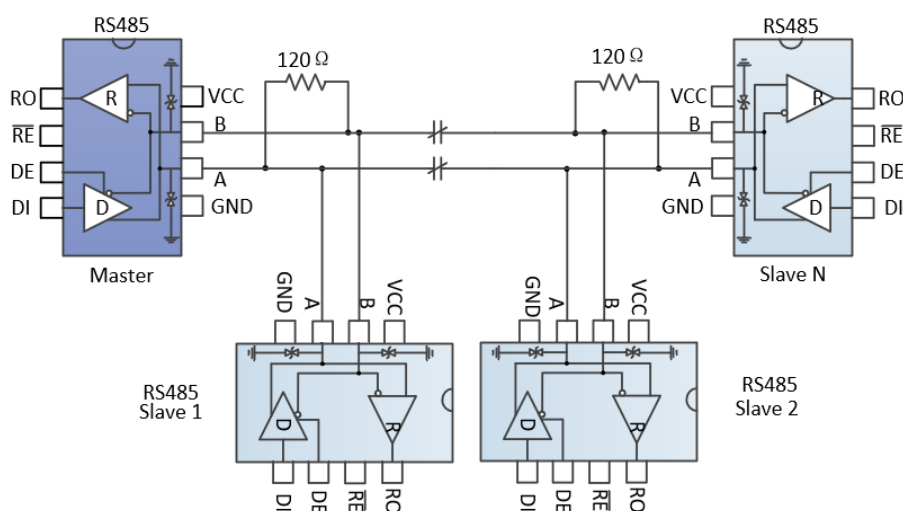

图 9 总线式 RS485 半双工通讯网络
4.1 总线式组网：SP3078EEN-L/TR RS485 收发器设计用于多点总线传输线上的双向数据通信。图 9 显示了典型网络应用电路。这些器件也能用作电缆长于 4000 英尺的线性转发器，为减小反射，应当在传输线两端以其特性阻抗进行终端匹配，主干线以外的分支连线长度应尽可能短。